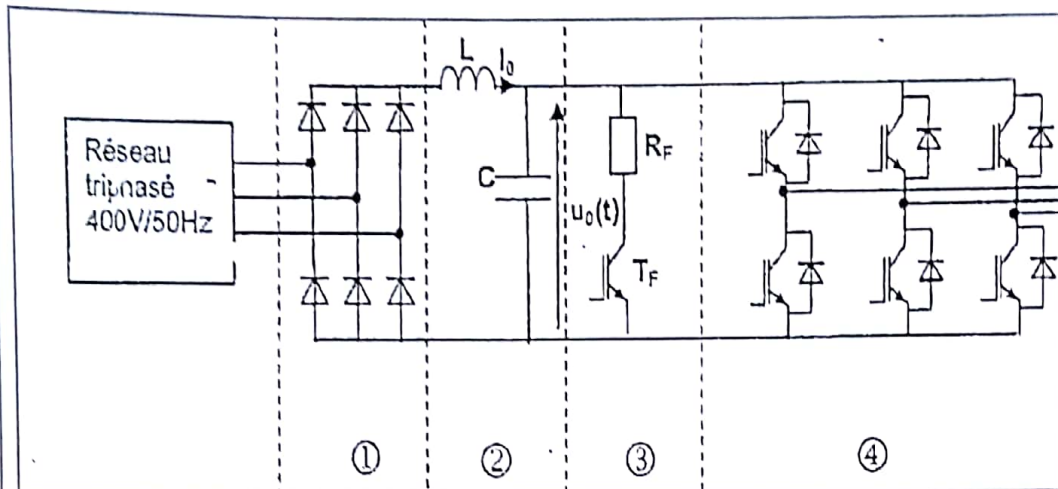

Figure 2
U/f constante. Le diagramme schématique de la figure 2 représente la structure d'un variateur à Modulation de Largeur d'impulsion (MLI).
1) Indiquer clairement les différentes fonctions de la structure du variateur de vitesse (figure 2) pour les éléments : 1, 2, 3 et 4 en précisant le type de conversion que réalise l'élément 4 ?
5.1) Dans ce cas la machine asynchrone fonctionne-t-elle comme moteur asynchrone ou comme génératrice asynchrone? Expliquer alors Pourquoi ne peut-on pas envisager une récupération de l'énergie par le réseau avec la structure proposée à la figure 2.